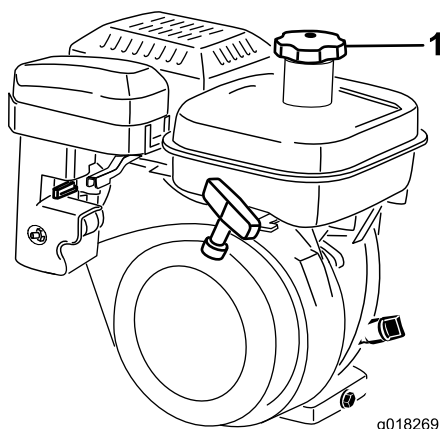

Figura 25
1. Pulite l'area intorno al tappo del serbatoio del carburante e togliete il tappo (Figura 25). Rabboccate il serbatoio del carburante non oltre la base del filtro. Non riempite troppo.